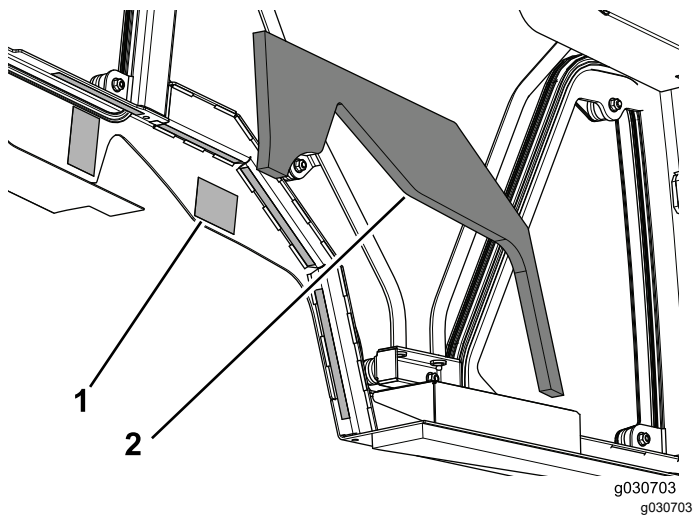

Рисунок 15
3. Снимите бумажное покрытие с двусторонней клейкой ленты на обеих сторонах кабины в сборе (Рисунок 15).
4. Установите левый элемент из пеноматериала для бака на кабину в сборе (Рисунок 15).